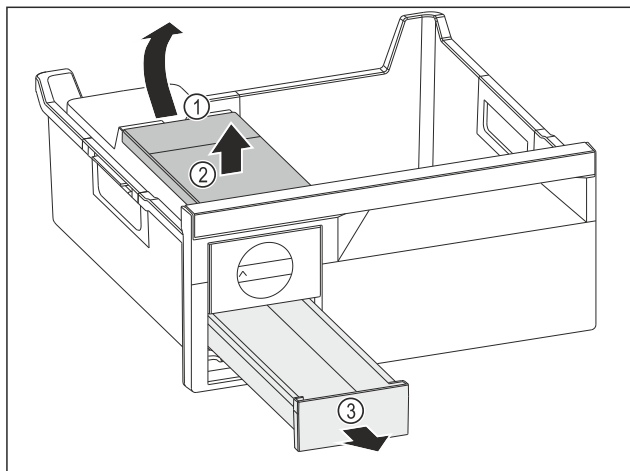

Fig. 140
- Udtagning af vandtank: Løft vandtanken i udsparringen Fig. 140 (1).
- Tag vandtanken Fig. 140 (2) op og ud.
- Tag isterningskuffen Fig. 140 (3) frem og ud.